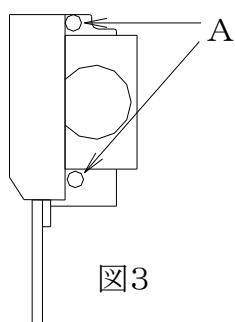

図3
(図3参照)
- ・ カッターブロックを取り付けます。カップリングの凹凸、ピン、ノックピンとノック穴を本体側と正確に合せ取り付け、図3のAのM6キャップスクリューを締めて下さい。